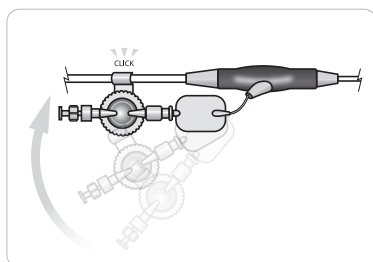

Figure 3.5
6. Enclenchez le clip de purge (situé sur le réservoir de pression du bras latéral transparent) sur le câble de connexion (voir Figure 3.5). **Remarque** : il est important d'enclencher le clip en plastique, situé sur le réservoir de pression, sur le câble de connexion pour éviter que la tubulure ne s'entortille.